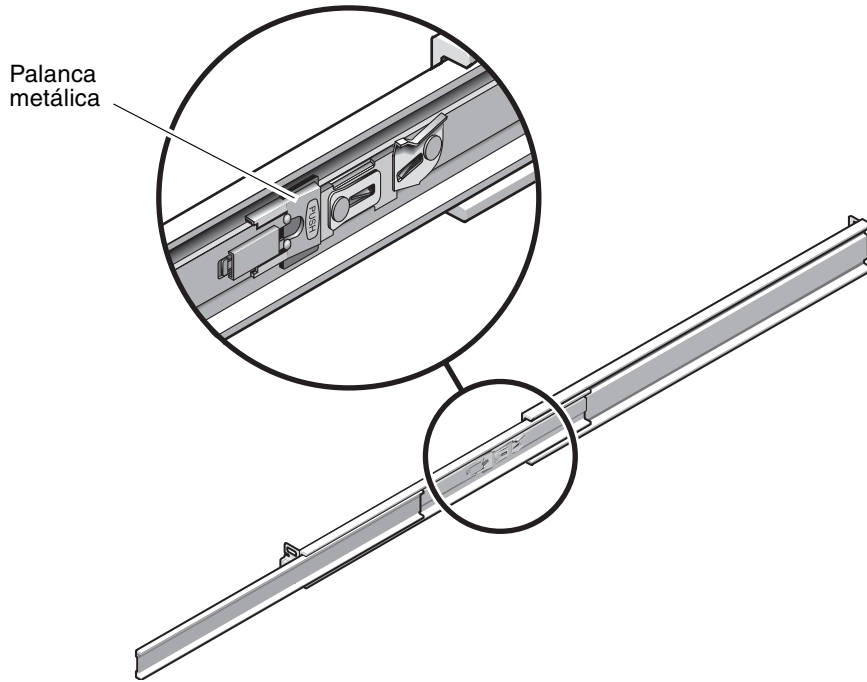

FIGURA 2-3 Desbloqueo de la pieza central de las guías
- d. Presione la palanca metálica (marcada con el rótulo Push) que hay en la pieza central (FIGURA 2-3) de la guía y empuje dicha pieza hacia el interior del bastidor.